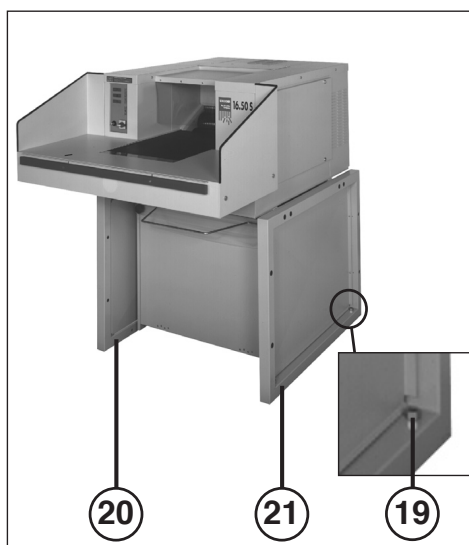

Abb. 2
- 19 = Ausgleichschraube (Abb. 2)
6. Unebenheiten des Bodens mit Hilfe der Ausgleichsschrauben (19) ausgleichen (Abb. 2).